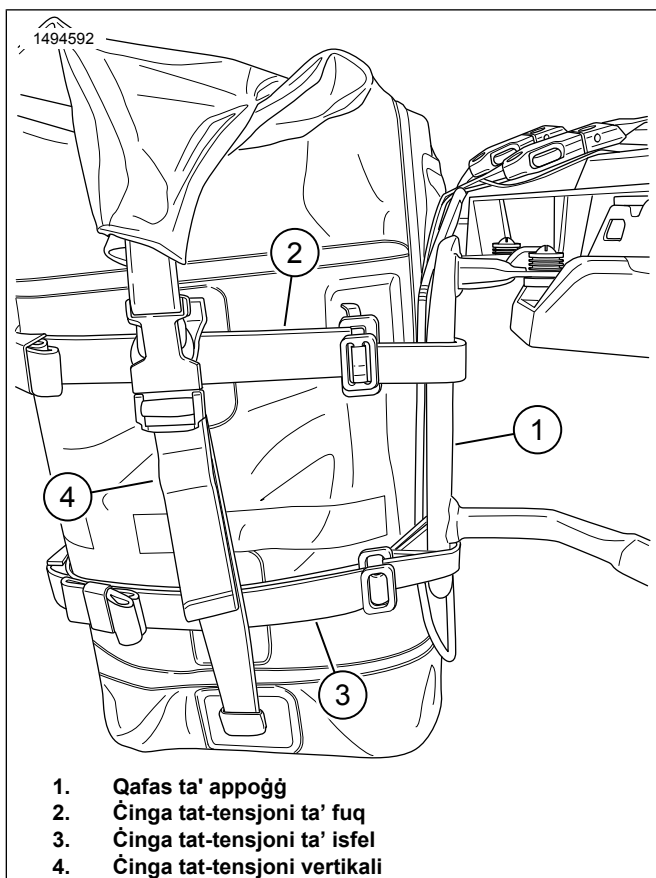

Figura 8. Tensjoni iċ-Ċineg Kollha
9. Figura 8 Ċineg tat-tensjoni (2, 3, 4) għandhom jitwaħħlu f'postijiet approssimattivi.